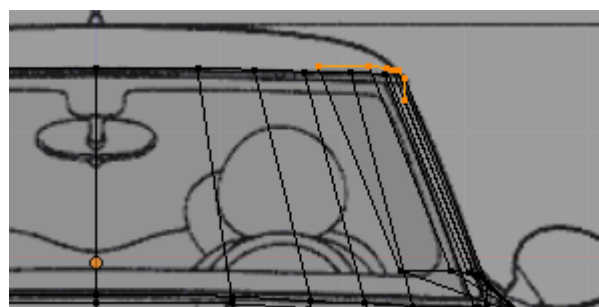
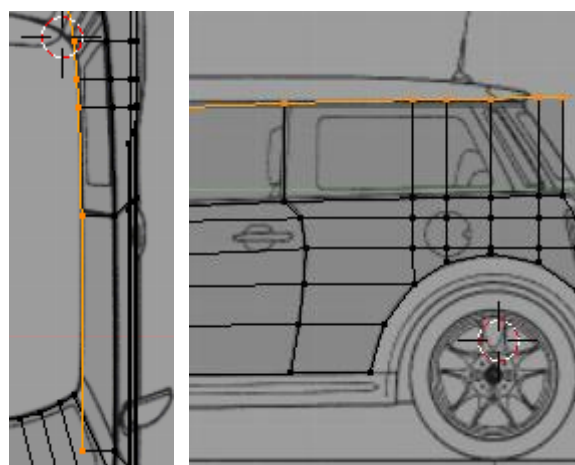

Figura 4.57
Figura 4.58
14. Na janela Right Ortho seleccione o 1º contorno, e, na janela Front Ortho, proceda a uma extrusão até ao topo dos vidros laterais, **[E]**, figura 4.57, observando o posicionamento do contorno nas janelas Top Ortho e Right Ortho, figura 4.58.